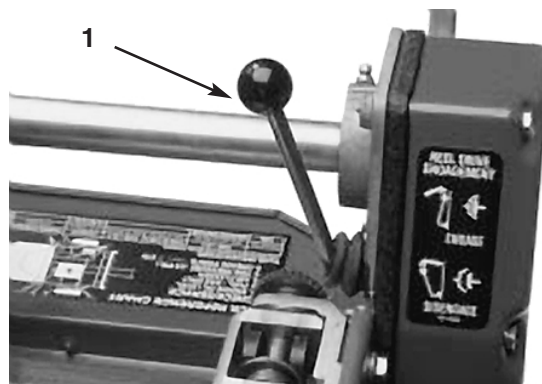

Fig. 14
**Leva di innesto trasmissione cilindro** (Fig. 14)—Si trova sull'angolo anteriore destro della macchina. La leva ha due posizioni: INNESTO e DISINNESTO. Alzare la leva per innestare il cilindro, ed abbassarla per disinnestarlo.
1. Verificare che le leve della trazione (Fig. 13) e di trasmissione del cilindro (Fig. 14) si trovino in posizione DISENGAGED (disinnestato).